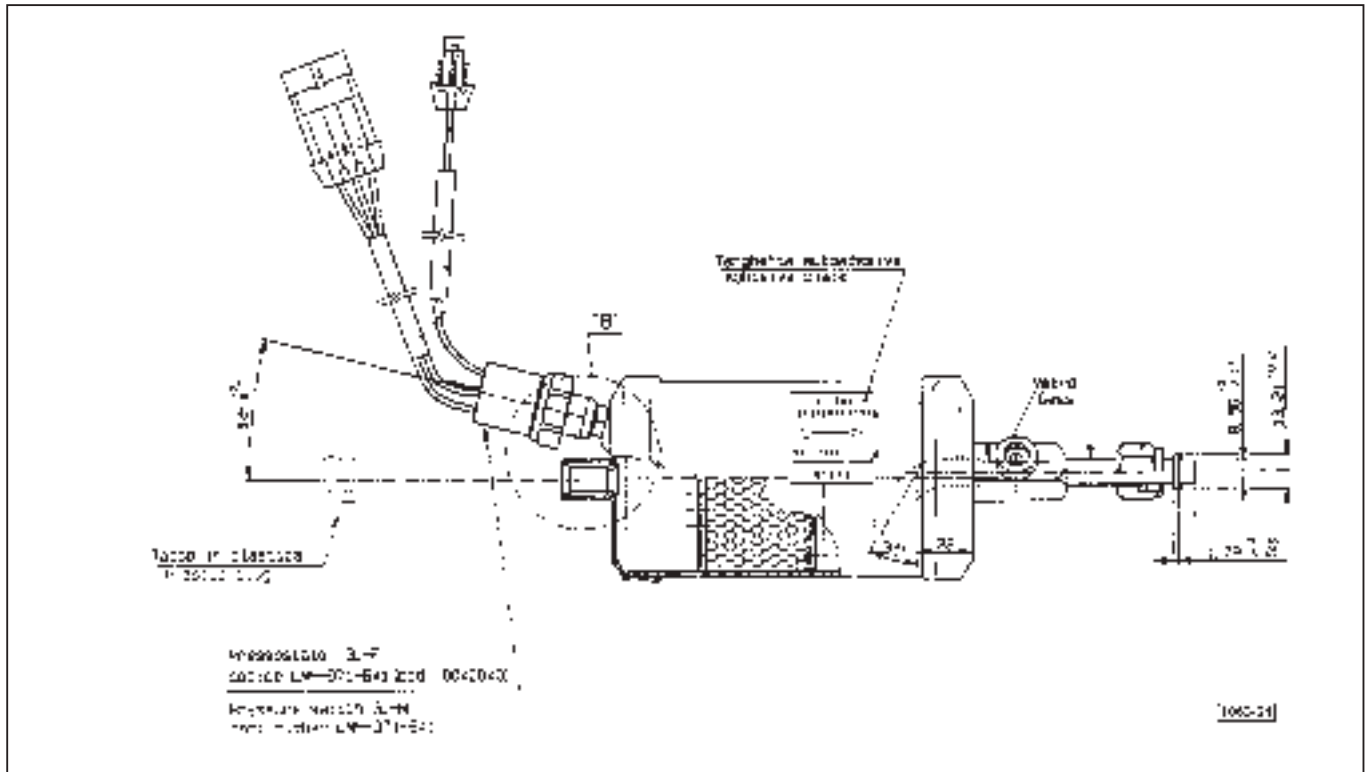

Fig. 6 - Filtro deidratatore del conditionnement d'air.
**N.B:** Les trois dispositifs de sécurité qu'on vient de décrire sont groupés dans la boule thermostatique placée sur le filtre déshydrateur (voir figure 6 à la page 230).